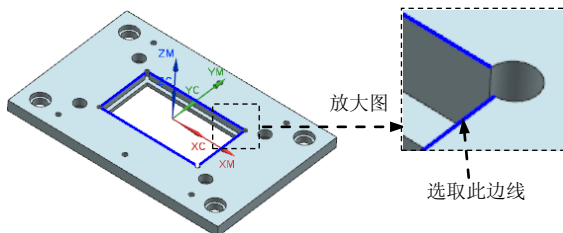

图 11.52 定义参照边线 1
Step3. 在图形区选择图 11.52 所示的边线 (四条), 然后单击 **创建下一个边界** 按钮。